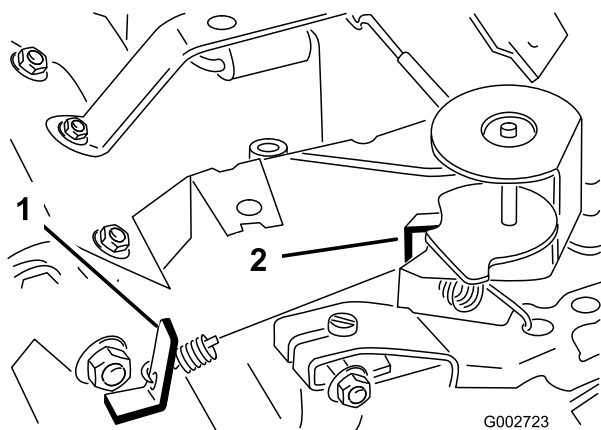

Figure 38
3. Courbez la languette d'ancrage du ressort de ralenti réglé (Figure 38) pour obtenir un régime de ralenti de 1725 ± 50 tr/min. Vérifiez le régime avec un compte-tours.
5. Réglez la manette d'accélérateur en position Haut régime. Pliez la languette d'ancrage du ressort de haut régime (Figure 38) pour obtenir un haut régime de 3400 ± 50 tr/min.